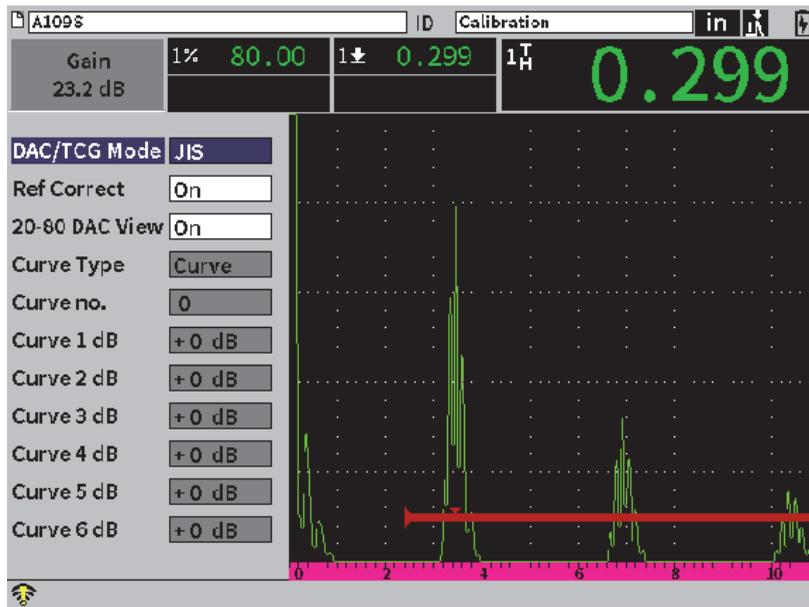

図 11-15 JIS モード
- DAC/TCG ダイアログボックスで調整ノブを回して DAC/TCG **モード** を JIS に設定します (191 ページの図 11-15 参照)。